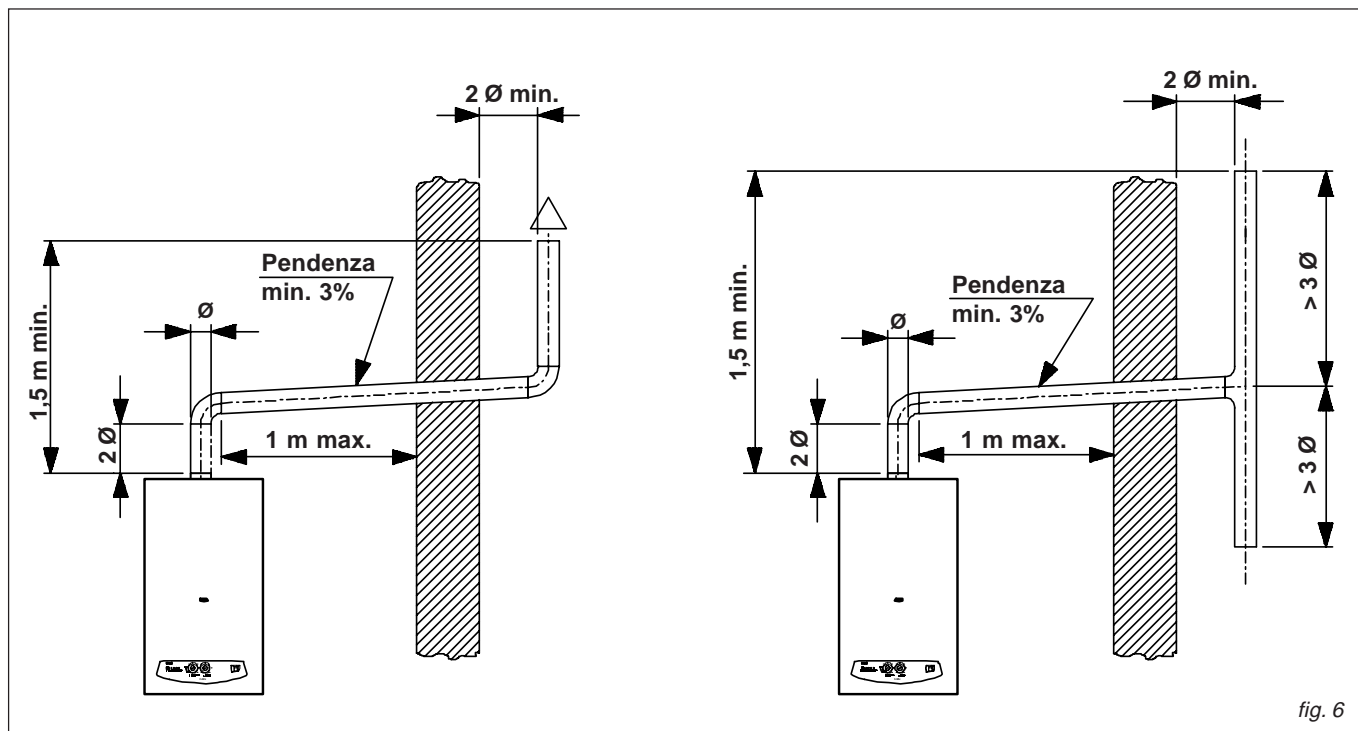

fig. 6
- Il terminale di tiraggio deve sovrastare di almeno 1,5 metri l'attacco del condotto di scarico sulla caldaia (vedi fig. 6)